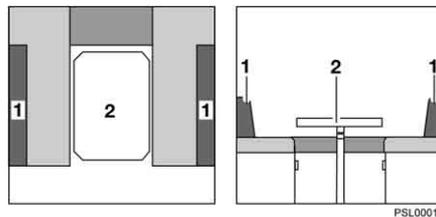

Fig. 25 Prima della trasformazione
- Trasformare il tavolo (Fig. 25,2) in struttura di supporto letto (vedi paragrafo 7.6).